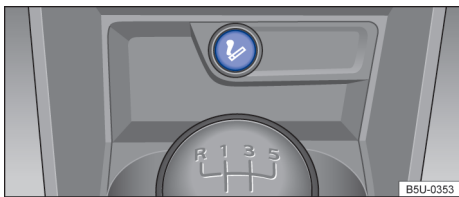

Fig. 118 No console central dianteiro: acendedor de cigarro.
- Com a ignição ligada, pressionar o acendedor de cigarro → Fig. 118.